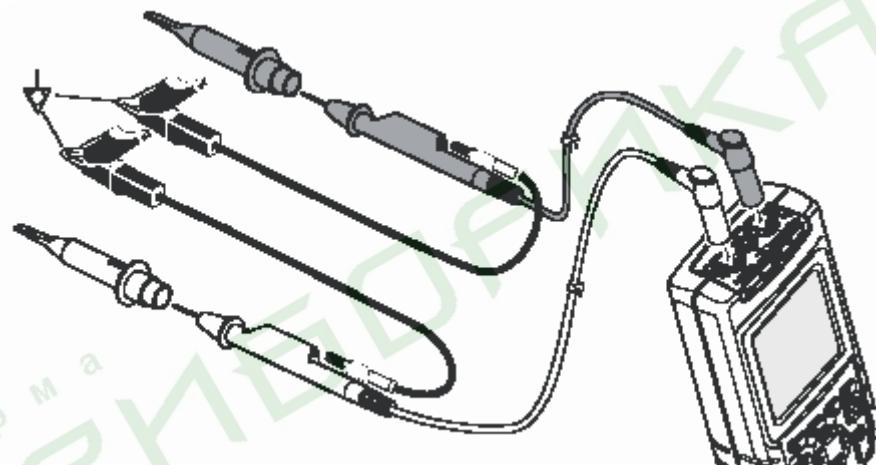

Рис. 3-2. Заземление при помощи замыкающего кабеля заземления
- при измерении сигналов постоянного или переменного тока, на входе А или входе В используйте заземляющие проводы. (См. рис. 3-2.)